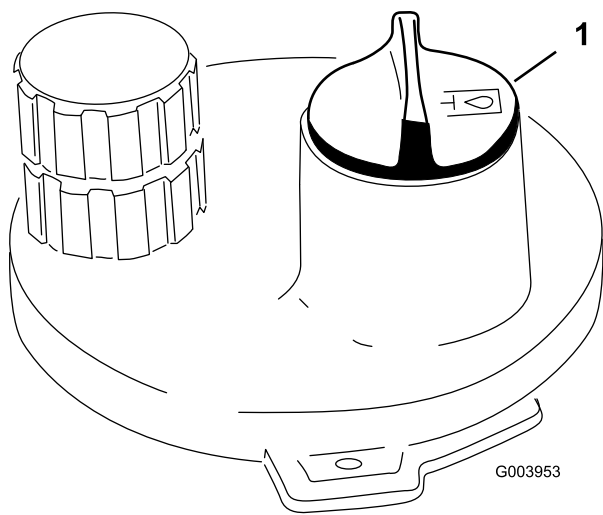

図 35
3. 油圧オイルタンクの注油口周辺をきれいに拭き、キャップ 図 35 を外す。給油口からキャップを取る。